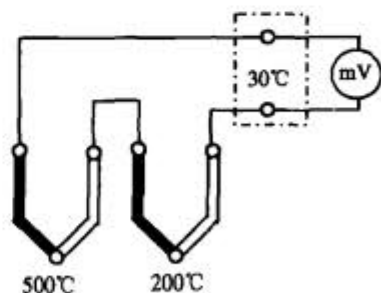

图 6-41 测温回路
22. 在如图 6-41 所示的测温回路中, 两热电偶的分度号均为 K, 仪表的示值应为多少摄氏度?